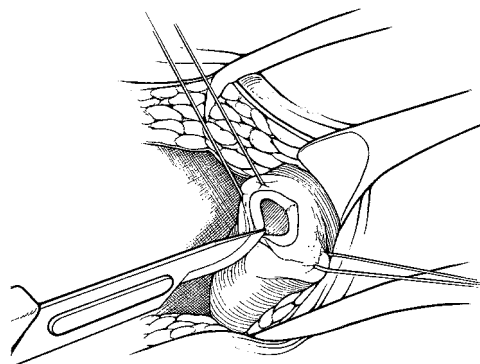

Figura 4-4. Effettuazione della corporotomia
6. Operare un'incisione in uno dei corpi cavernosi (**Figura 4-4**).